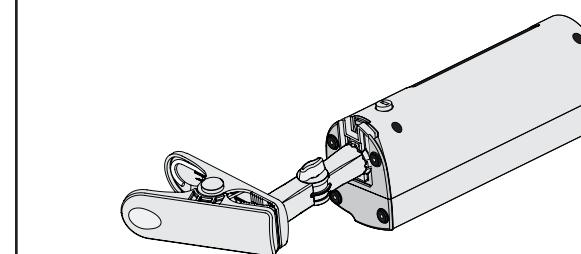

Figura 3
1. Para hacer pivotar el Sujetador Clip Stik™, sostenga el **Accesorio de Sujetador** y haga rotar el **Ventilador** hasta la posición deseada. (**Figura 3**)